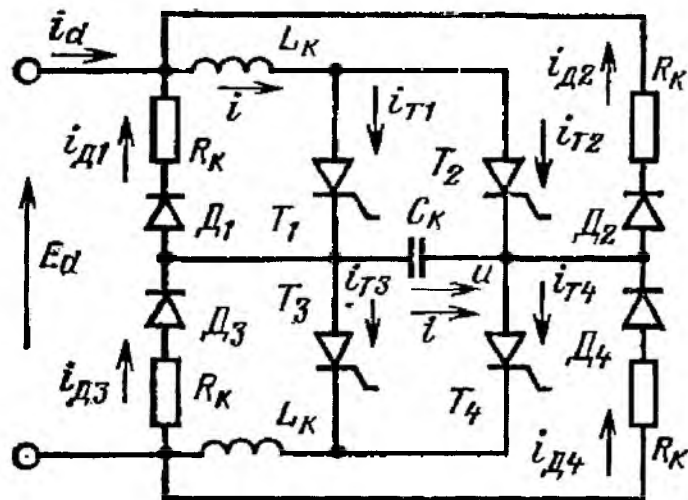

Рис. 19. Схема однофазного мостового инвертора с резисторами, демпфирующими циркулирующие токи
23. Определить потери при коммутации ненагруженного мостового инвертора (рис. 19), если циркулирующий ток затухает до нуля к концу каждого полупериода и $E_d = 10$ В, $f = 100$ Гц, $L_K = 1$ мГн, $C_K = 1$ мкФ. Вентили идеальные. Определить наименьшее значение сопротивления, при котором будет происходить затухание.